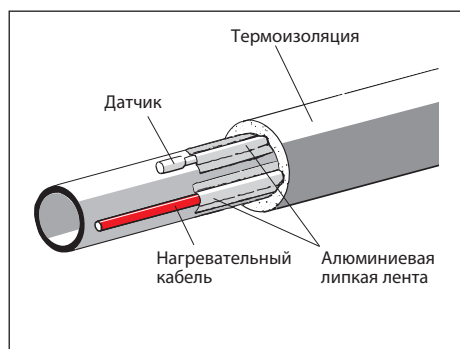
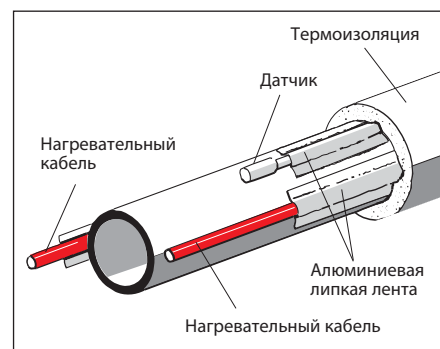

Рис. 1
Рис. 2
1. Одна или более линий кабеля укладываются по прямой вдоль трубы – рис. 1 и рис. 2.